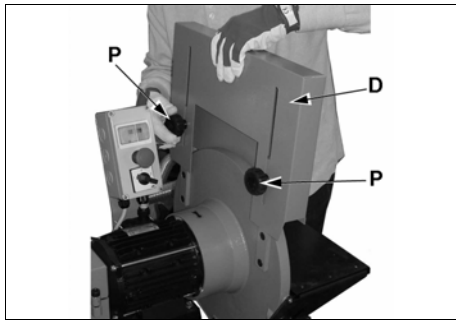

Fig. 27
(solo per Art. 522B/525B - Fig. 27/28/29/30)
- abbassare di nuovo la protezione (G), bloccandola nella posizione di lavoro mediante i pomelli (P), Fig. 27.